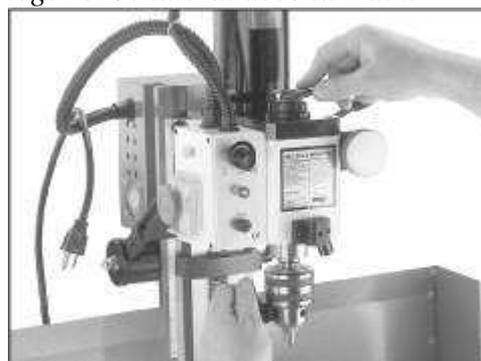

Figure 8 Enlever le capuchon de broche de fraisage/perçage
2. Retirez le capuchon de broche de fraisage/perçage, comme illustré dans la **figure 8**.